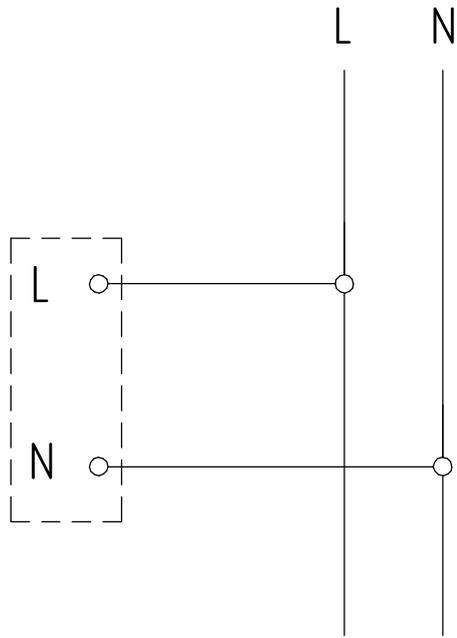

Рисунок 7 - Схема подключения светильника ДВО59 к сети
5.3.2 Протянуть через отверстие в потолке сетевые провода и подключить к контактными клеммам источника питания светильника согласно схеме (см. рис. 7, 8).
5.4.3 Протянуть через отверстие в креплении Грильято сетевые провода и подключить к контактным клеммам источника питания светильника согласно схеме (см.рис. 7, 8).